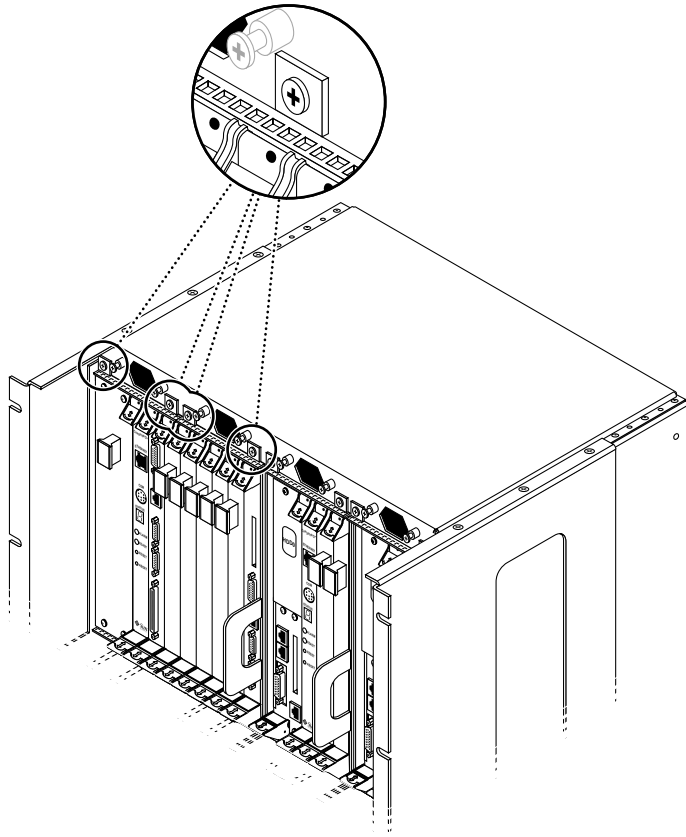

図 3-7 Netra ct 800 サーバーの最上部のねじを締める
- Netra ct 800 サーバーを挿入する場合は、サーバーの最上部にある 4 本の黒い固定ねじを締めます (図 3-7)。